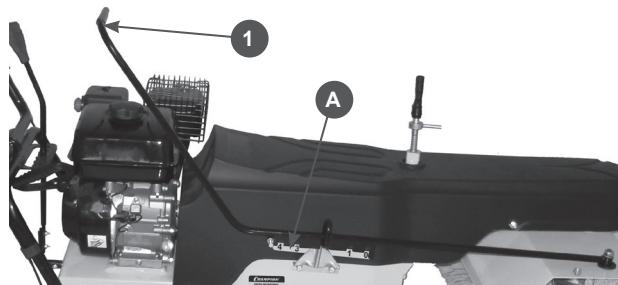

Рис.8
Для большего удобства при работе подметальной машиной, можно регулировать угол поворота щетки. Угол поворота регулируется рычагом (1) Рис.8. Рычаг после установления нужного угла фиксируется в одном из пяти положений (A) Рис.8.